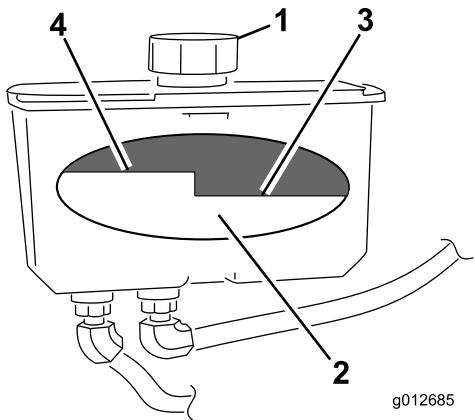

Figure 71
4. Nettoyez la surface autour du bouchon et du goulot de remplissage du réservoir hydraulique (Figure 71).
5. Enlevez le bouchon du goulot de remplissage. Vérifiez le niveau d'huile à l'intérieur du réservoir (Figure 71).
Remarque: Lorsque l'huile est chaude, elle doit atteindre le haut du repère "à chaud" sur le déflecteur (Figure 71).